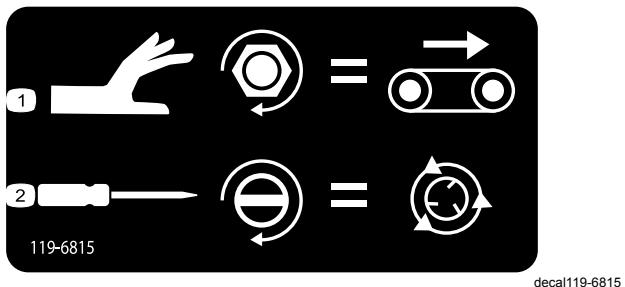

Figure 44
- Pour régler la vitesse de la bande transporteuse (**Figure 44**), tournez le bouton dans le sens horaire. La vitesse maximale de la bande transporteuse est utilisée dans le système à code couleur ; ce réglage peut ainsi être fait sans débit hydraulique. Cela est particulièrement pertinent lorsque la benne est pleine de sable.
- Pour régler la vitesse des distributeurs (**Figure 44**), utilisez un tournevis à lame plate pour tourner la commande dans le sens horaire pour augmenter la vitesse ou dans le sens antihoraire pour réduire la vitesse.